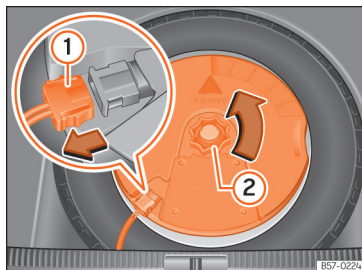

Abb. 192 Im Gepäckraum: Subwoofer ausbauen.
- Ziehen Sie das Subwoofer-Lautsprecherkabel heraus » **(Abb. 192) ①**.
- Drehen Sie das Befestigungshandrad entgegen dem Uhrzeigersinn heraus » **(Abb. 192) ②**.